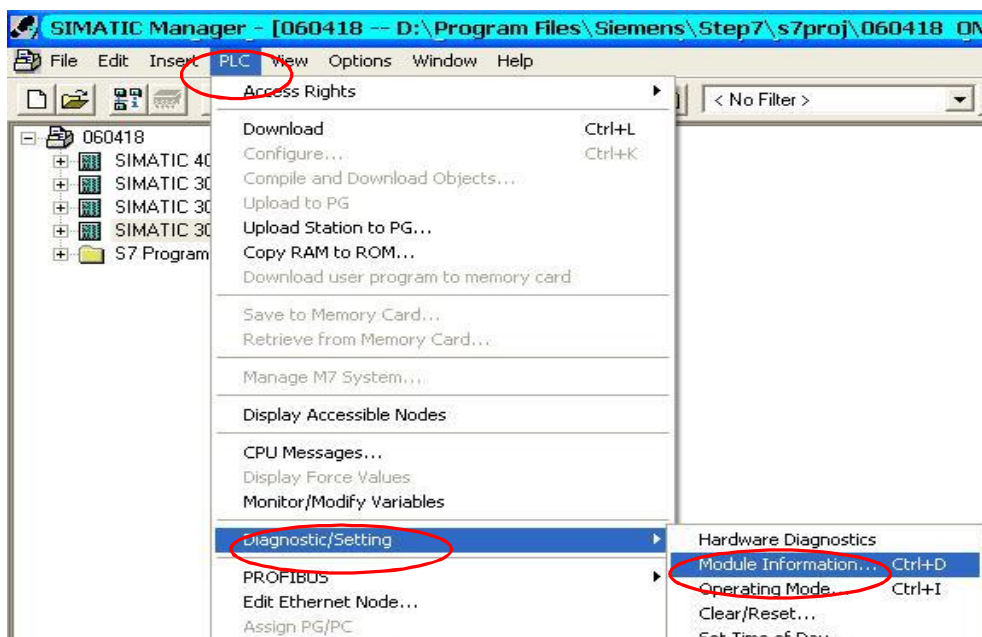

图2-5
- 2) 选择菜单命令“PLC > Diagnostics/Setting > Module Information”（如图2-5）